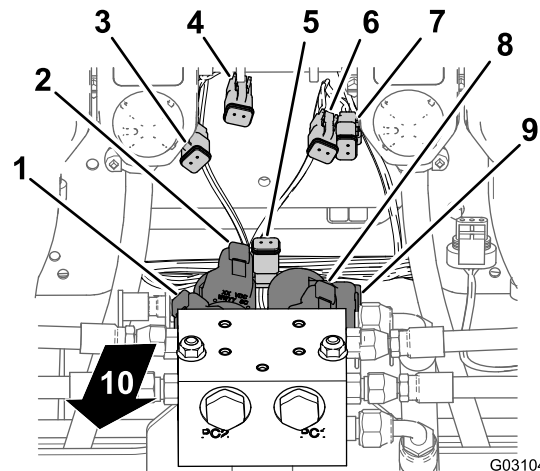
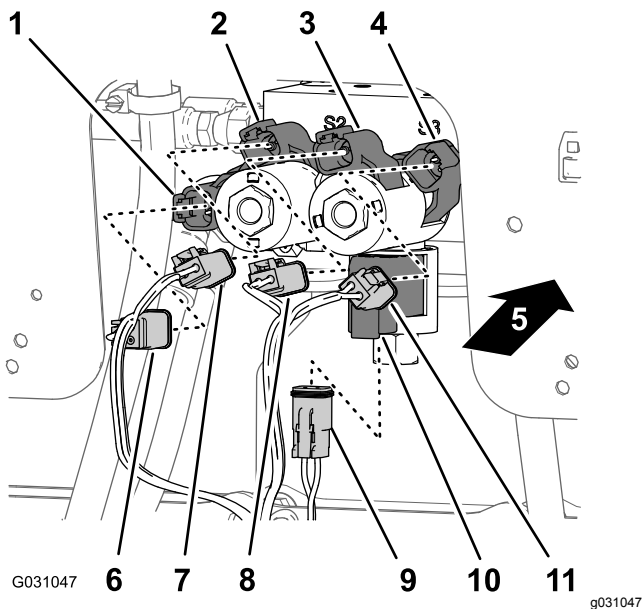

Bild 104
Bild 105
2-Stift-Stecker für „Enable solenoid“ (Bild 104 und Bild 105).
- Stecken Sie an der rechten Stromspule unten den 2-Buchsen-Stecker des hinteren Kabelbaums, der mit **Right Down** beschriftet ist, in den 2-Stift-Stecker für die rechte Stromspule unten (Bild 104 und Bild 105).
- Stecken Sie an der rechten Stromspule oben den 2-Buchsen-Stecker des hinteren Kabelbaums, der mit **Right Up** beschriftet ist, in den 2-Stift-Stecker für die rechte Stromspule oben (Bild 104 und Bild 105).
- Stecken Sie an der linken Stromspule unten den 2-Buchsen-Stecker des hinteren Kabelbaums, der mit **Left Down** beschriftet ist, in den 2-Stift-Stecker für die linke Stromspule unten (Bild 104 und Bild 105).